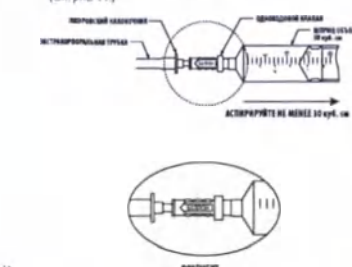

Рис. 11
13. Надежно закрепите шпирц объемом 30 куб. см с одноклоновым клапаном на люэровском наконечнике экстракорпоральной трубки. (См. рис. 11.)